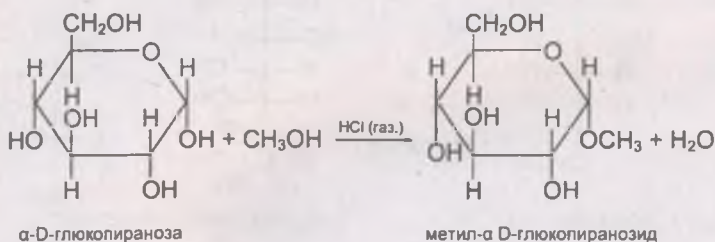

Рис. 251
1) алкилирование (образование простых эфиров). Под воздействием метилового спирта (катализатор — газообразный хлористый водород) атом водорода гликозидного гидроксила замещается на метильную группу (рис. 251).